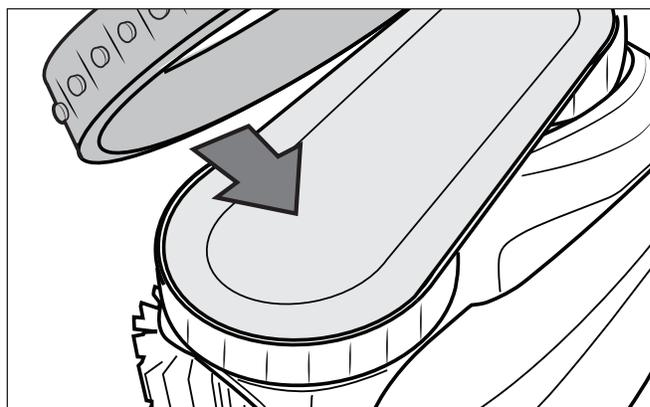

Figura 27. Orientación para el reemplazo de la oruga
3. Reemplace la oruga de la rueda. Para ello, posicione la nervadura hacia el cuerpo del limpiador (Figura 27).